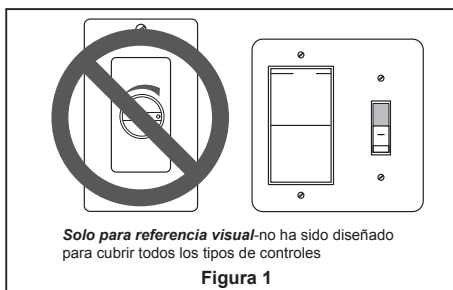

Figura 1
1. IMPORTANTE: El uso de un regulador de la intensidad completa (no incluido) para controlar la velocidad del ventilador dañará el dispositivo. Para reducir el riesgo de incendio o descarga eléctrica, no utilice dicho regulador para controlar la velocidad del ventilador. (Figura 1)